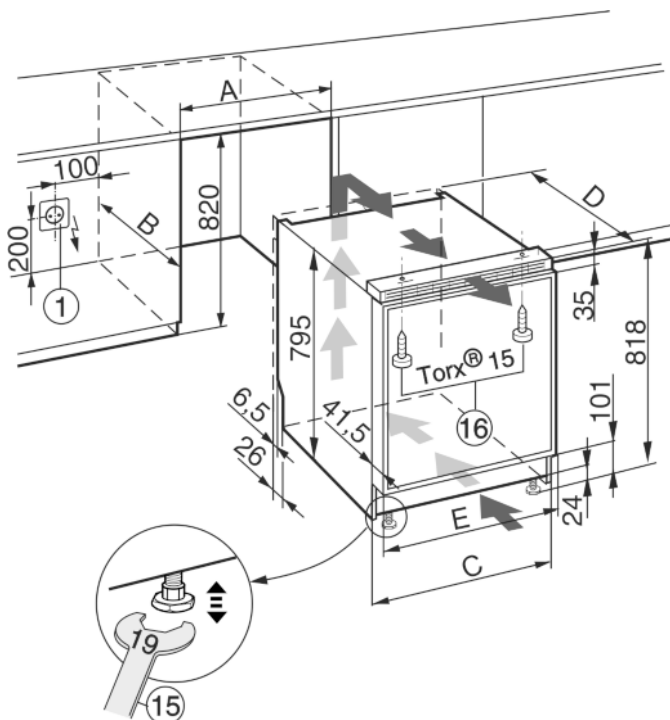

Fig. 12
- La prise de courant Fig. 12 (1) doit être placée à côté de l'appareil et être facilement accessible.
- ▶ Aligner l'appareil en réglant les pieds réglables avec la clé à fourche Fig. 12 (15) fournie.
- ▶ Fixer l'appareil au-dessus du plan de travail ou de l'élément de cuisine en utilisant les vis Fig. 12 (16) fournies.